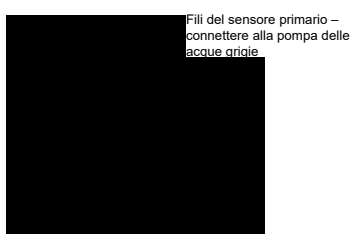

Figura 9A – Modelli a sensore singolo
- Figura 9A Versione a sensore singolo